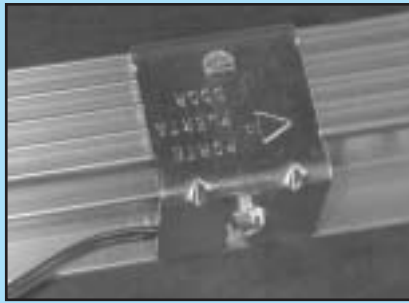

FIG. 1-11 Placer les butées de fin de course. / Poner los interruptores limitadores.
- Placer la butée de fin de course "CLOSE" (fil marron) sur le rail à environ 30 cm de la bride du rail (Fig. 1-11).
- Poner el interruptor limitador de "CERRAR" (cable marrón) en el riel a unas 12" de la correa de riel (Fig. 1-11).